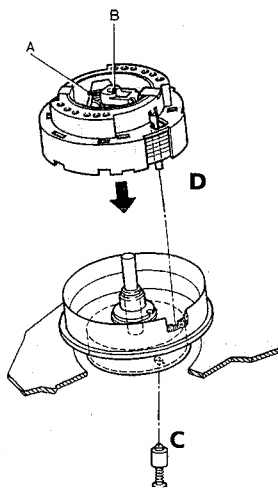

Fig. 3
- Insert the reference pin C (included with each service cylinder) through the hole in the bottom of the cylinder motor, and turn the cylinder until the pin snaps in the hole of the rotor (fig. 3).
- Den Referenzstift C (Bestandteil jeder Service-Kopftrommelgarnitur) durch das Loch im Boden des Kopftrommelmotors einführen und die Kopftrommel so lange drehen, bis der Stift in das Loch des Rotors einschnappt (Abb. 3).
- Engager l'ergot C de référence (joint à tout tambour de maintenance) dans l'orifice pratiqué dans la partie inférieure du moteur du tambour. Imprimer au tambour un mouvement de rotation pour enclencher l'ergot dans l'évidement du rotor (fig. 3).
- Press the cylinder down at the centre of the protective cover B (fig. 3) with a force of 1 N.
- Die Kopftrommel in der Mitte der Schutzabdeckung B (Abb. 3) mit einem Kraftaufwand von 1 N nach unten drücken.
- Appuyer sur le tambour au milieu du couvercle de protection B (fig. 3) en appliquant une force de 1 N.